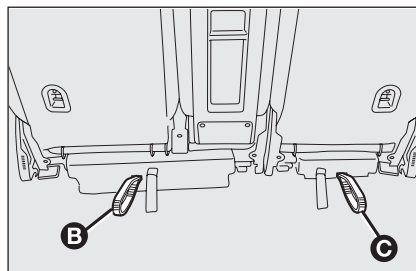

fig. 115
Le siège arrière est dédoublé. Il est aussi possible de déplacer dans le sens longitudinal les sièges arrière en agissant à partir du coffre à bagages en utilisant les poignées **B** ou **C**-fig. 115 tirer la poignée et en même temps déplacer en avant les sièges. Cette opération s'avère utile pour augmenter la capacité de chargement du coffre à bagages.
- ☐ s'assurer que les sièges se trouvent dans la position tout arrière à l'aide des poignées **B** ou **C**-fig. 115;
Ne jamais tirer les rubans B ou C-fig. 115 lorsque les sièges sont en position de chargement car ils coulissent verticalement en empêchant le repositionnement des sièges.